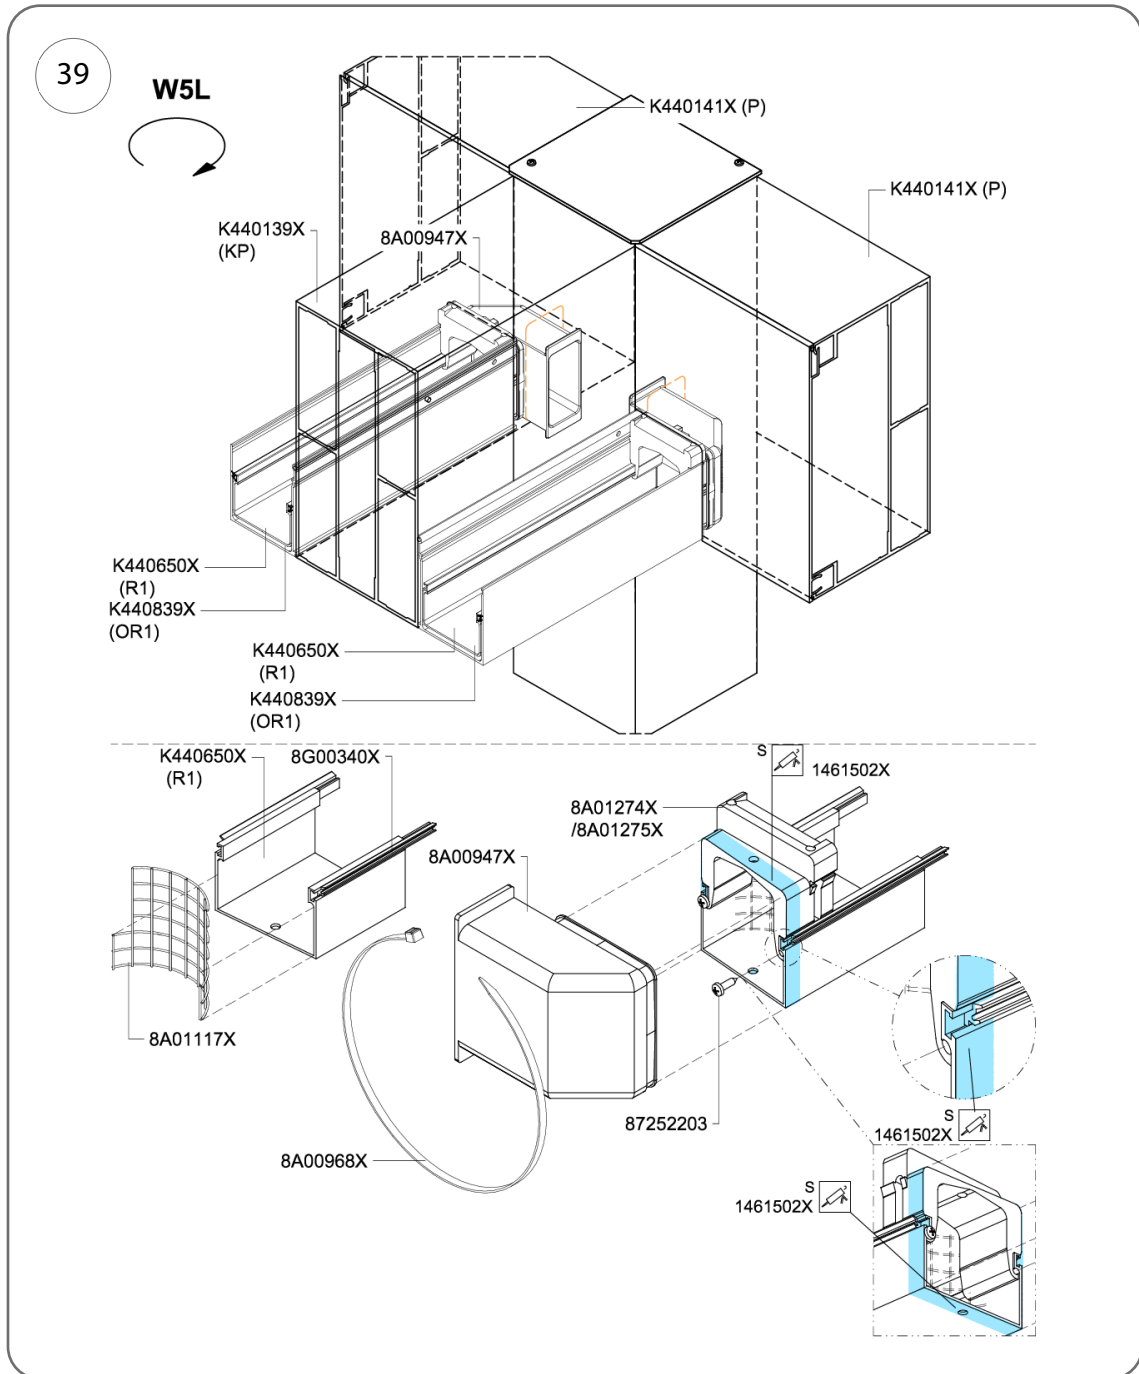

Abb. 39
2. Sichern Sie die Verriegelungselemente gegen Verschieben, indem Sie 2 Schrauben  $\varnothing 3,5 \times 13$  mm (Kat.-Nr. 87252203) eindrehen – Abb. 39.
3. Tragen Sie gemäß Abb. 39 eine Schicht der Klebe- und Dichtmasse Kat.-Nr. 1461502X auf den gesamten Umfang der Dachrinne und des Schnappelements auf.
2. Die Lamellenachse schräg in die Hülse 8A01084X einschieben (Abb. 39).